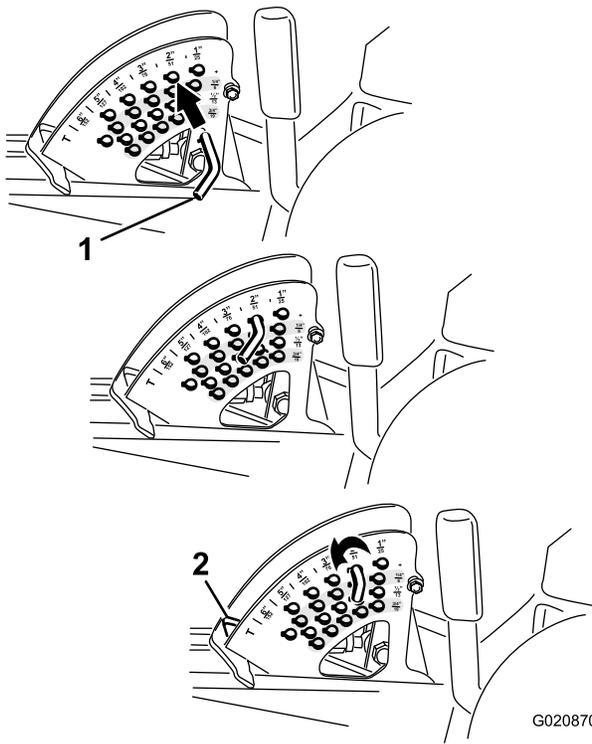

Figure 13
2. Tournez la goupille de butée jusqu'à ce que la goupille cylindrique située à l'intérieur soit en face des trous du support de hauteur de coupe et retirez-la (Figure 13).
3. Placez la goupille dans le trou du support correspondant à la hauteur de coupe voulue et tournez-la pour la verrouiller en place (Figure 13).
**Remarque:** Il y a 4 rangées de trous (Figure 13). La première rangée donne la hauteur de coupe indiquée au-dessus de la goupille. La deuxième rangée donne la hauteur indiquée plus 6 mm (0,25 po). La troisième rangée donne la hauteur indiquée plus 12 mm (0,5 po). La dernière rangée donne la hauteur indiquée plus 18 mm (0,75 po). Un seul trou, situé dans la deuxième rangée, correspond à la hauteur de 15,8 cm (6 po). Il n'ajoute pas 6 mm (0,25 po) à la hauteur de 15,8 cm (6 po).